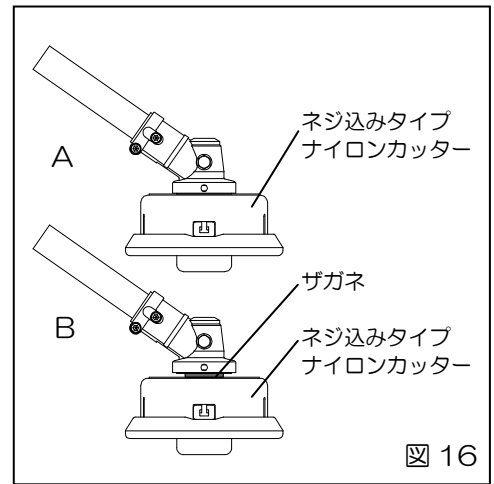

図 16
- ネジ込みタイプを取り付けるときは、刈刃ホルダ（下）、ユルミ止めナットを取り外します。M8左ネジに直接取り付けてください。（図16-A）
- 刈刃ホルダ（上）とナイロンカッターに隙間（3mm以内）が出来るときは、間に付属のザガネを挟んで取り付けてください。（図16-B）